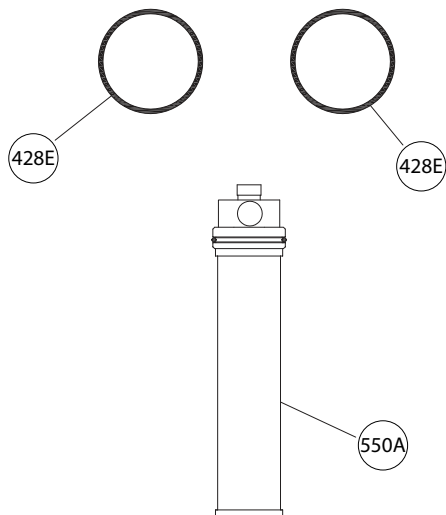

Figura 28: Kit de filtro
3. Kit de filtro de reparación RK08174A contiene un filtro nuevo (550A) y dos juntas tóricas (428E). Es necesario comprar dos kits de reparación con cada cambio de filtros, uno para el extremo con motor y otro para el otro extremo. Consulte Figura 28: Kit de filtro on page 48.